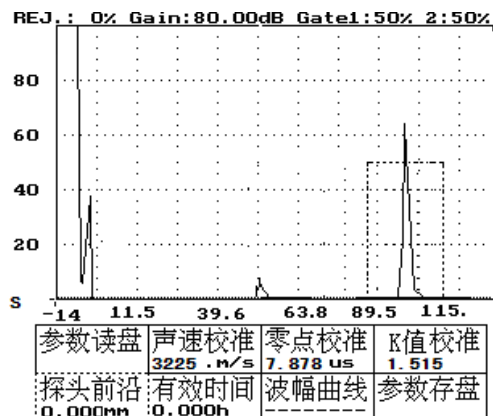

图 18-37
- 7、按方向键——将虚框移到探头前沿，如图 18-37 所示。